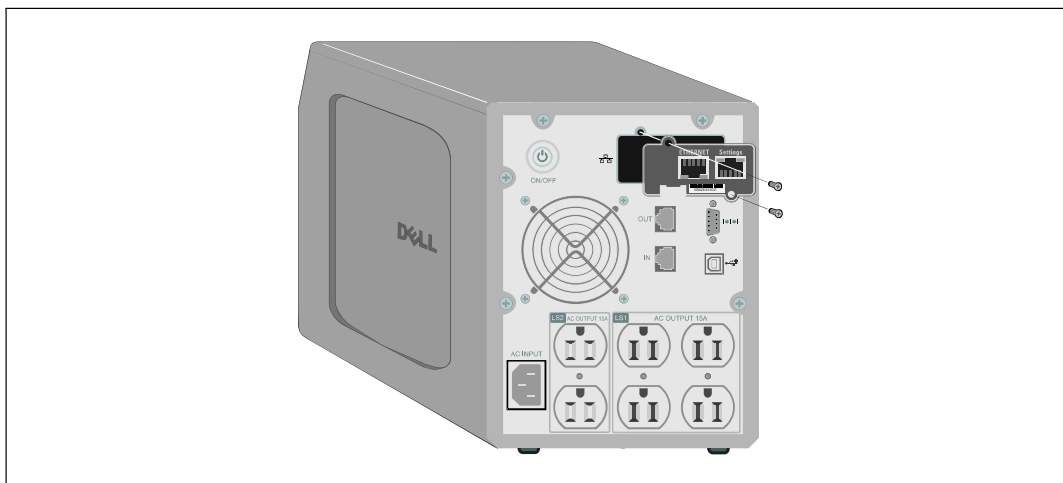

Abbildung 4. Installieren der Karte
- 4 Schieben Sie die Karte in den freien Steckplatz und befestigen Sie sie mit den beiden Schrauben, die Sie in Schritt 1 abgenommen hatten (siehe Abbildung 4).